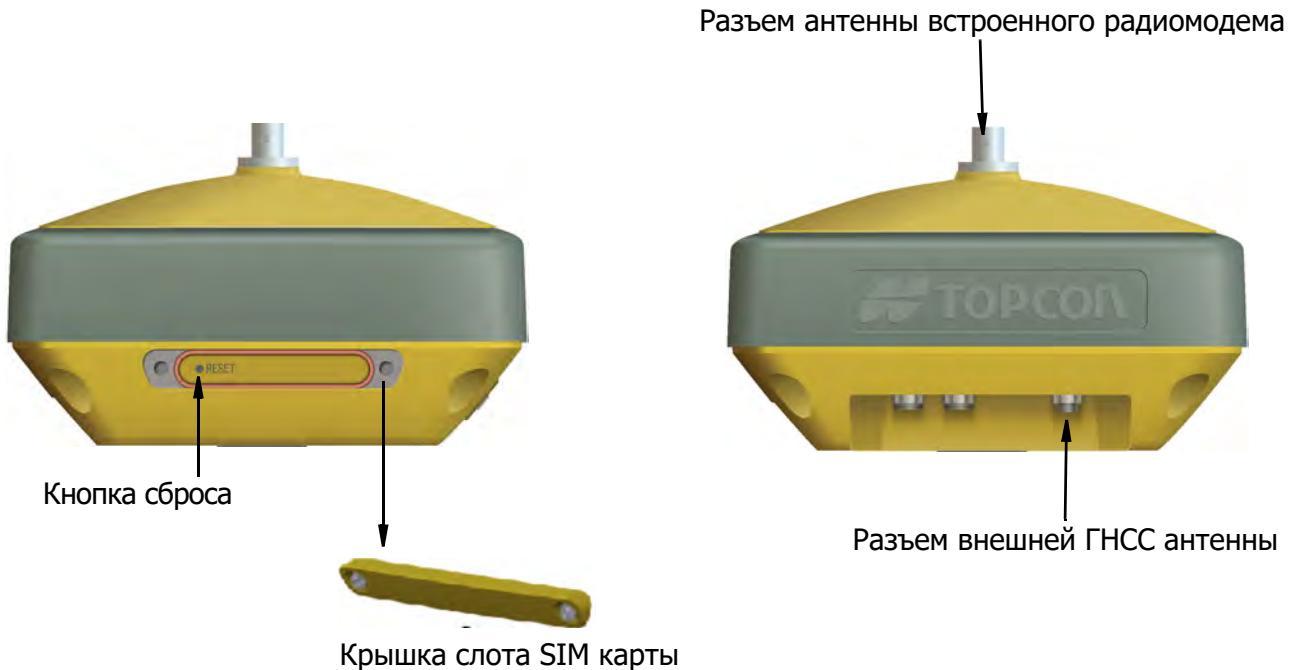

Рисунок 2-2: HiPer VR с модемами УВЧ или FH915 и без сотового модуля
2. ГНСС приемник HiPer VR **с УВЧ модемом R2** (P/N 1016578-13) или **с модемом R2 FH915** (P/N 1016578-14) (в Россию не поставляется) и **без сотового модуля**. В верхней части приемника находится разъем для антенны радиомодема. В нижней части приемника находится **разъем внешней ГНСС антенны**. **Кнопка сброса (Reset)** расположена под **крышкой слота SIM карты** в нижней части приемника Рисунок 2-2).